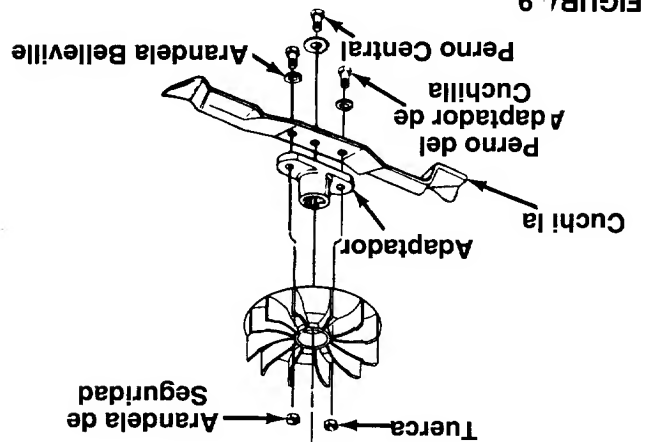

FIGURA 9.
**PARA QUITAR LA CUCHILLA (Vea figura 9):**
**PARA REEMPLAZAR LA CUCHILLA (Vea figura 9):**